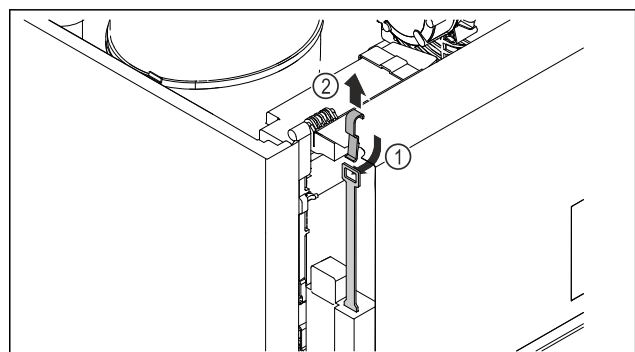

Fig. 244
- ▶ Notentriegelungsschlüssel Fig. 244 (1) von oben einschieben, am Schloss einhaken und nach oben Fig. 244 (2) ziehen.